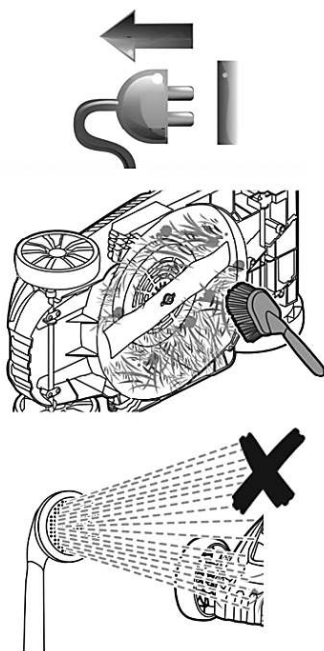

Рис. 16 Обслуживание деки
2. Поверните газонокосилку на бок и щеткой с мягкой щетиной очистите нож и внутреннюю поверхность деки (Рис. 16).